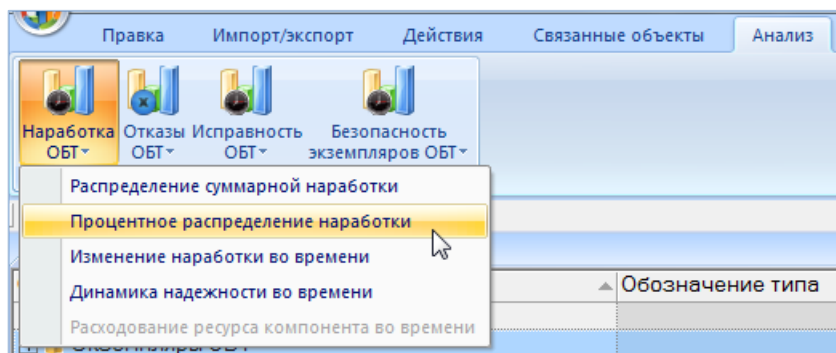

Рис. 25-35 – Выбор диаграммы по наработке
3) Нажать кнопку «Наработка ФИ» панели «Диаграммы» на вкладке «Анализ» и выбрать пункт «Процентное распределение наработки» (рис. 25-35).